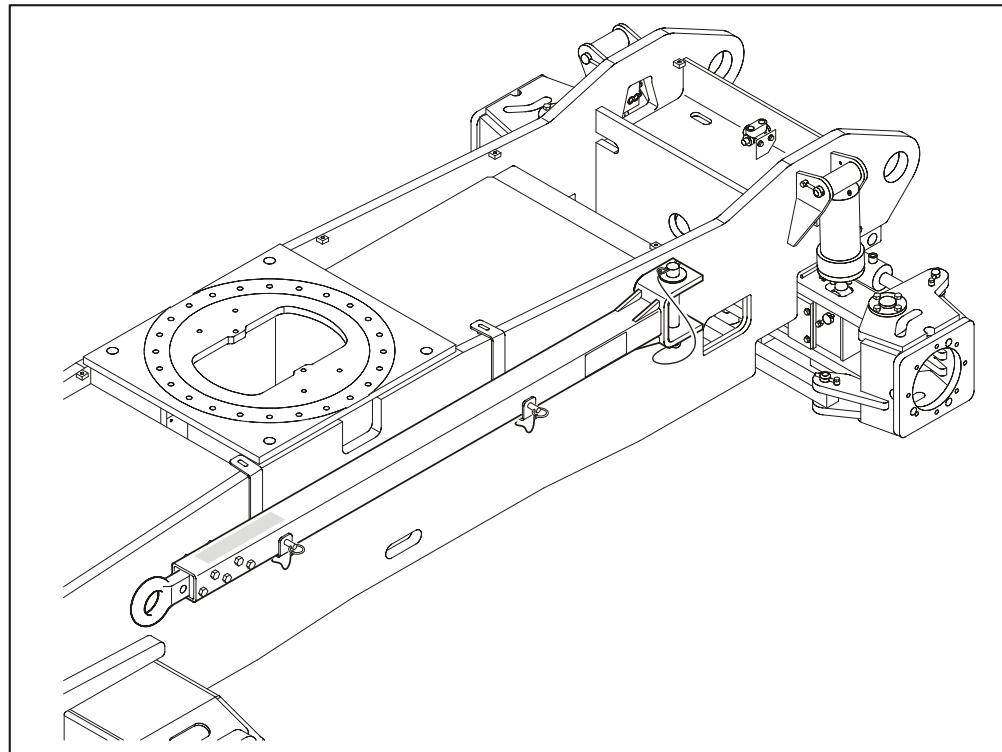

图 4-6. 牵引杆
3. 从牵引车辆上断开牵引杆并按图 4-6. 所示将它置于收藏位置。设备现在处于行驶模式。